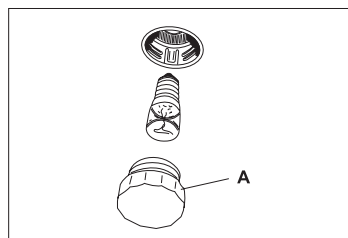

Рис. 3
2. После того как духовой шкаф остынет, развинтите (против часовой стрелки) плафон лампочки **A** (Рис. 3).